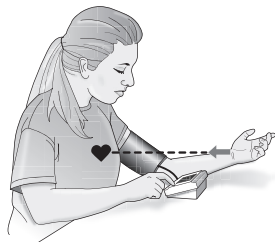

Fig. 1
3. Su codo debe descansar en una superficie sólida, con la palma de la mano hacia arriba. Eleve el brazo, de manera tal que el brazalete y su corazón se encuentren alineados, Fig. 1. Deje su mano izquierda relajada.